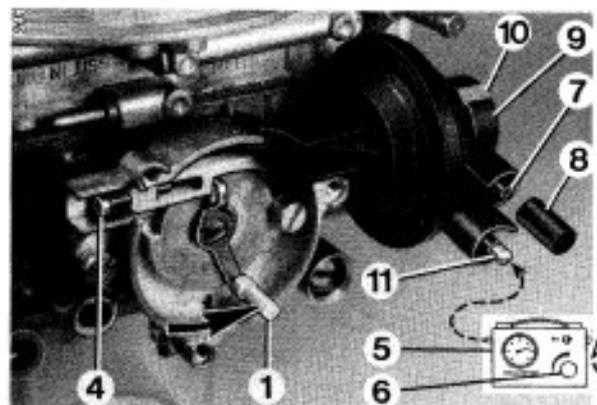

Bild 36
### 6.2 Pulldown-Einrichtung auf Dichtheit prüfen (Bild 36)
Vakuumtester (5) gemäß Bild 36 angeschlossen, Regelventil (6) geschlossen.
- Starterklappe durch Drücken des Hebels (1) geschlossen halten und Druckdifferenz von ca. 750 mbar herstellen (Pulldown überdrücken).
- Hebel (1) loslassen und Anschluß (7) mit Kappe (8) verschließen.